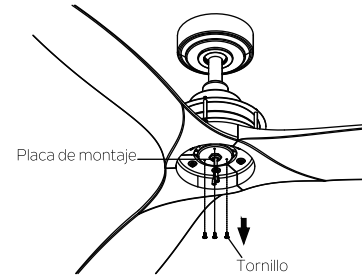

Fig. 18
Paso 1. Retire los tres tornillos de montaje preinstalados en la placa de montaje y guarde estas piezas para uso posterior. (Fig. 18)